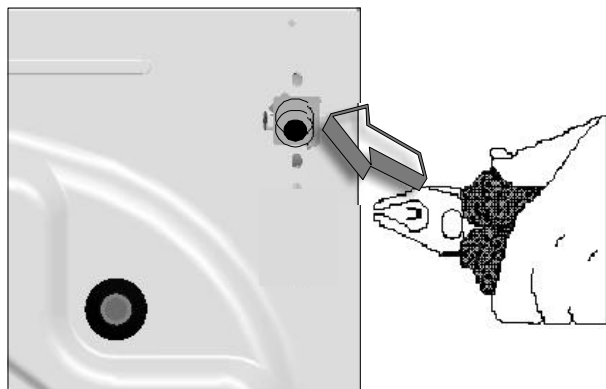

Fig. 10
- ? Retirez le filtre du raccord d'arrivée d'eau coté machine (à l'aide d'une pince) (Fig. 10) et lavez-le soigneusement à l'aide d'une brosse.